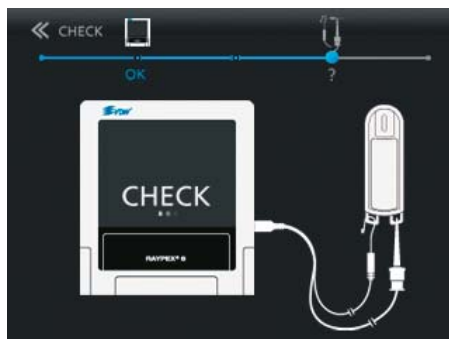

Fig. 33 Conexão do clip para lima e clip para lábio ao conector de teste
- Ligue o clip para lima e o clip para lábio (ou um segundo clip para lima) por meio da haste de contato ao conector de teste, tal como indicado na tela (Fig. 33).